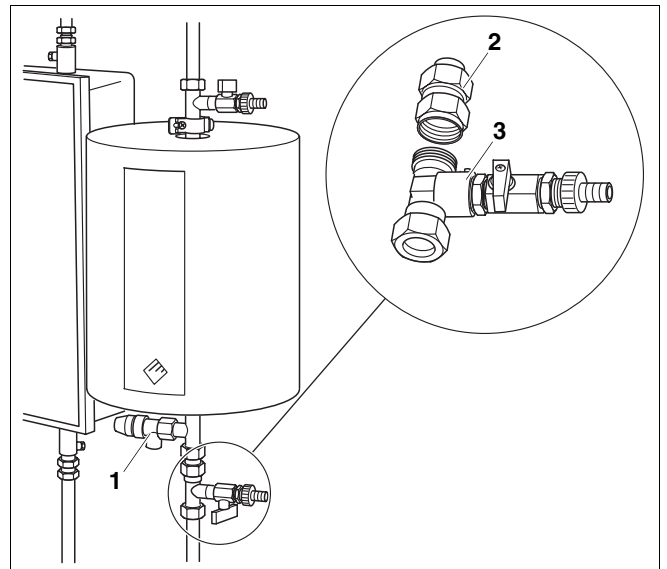

Abb. 2 Befüllhilfen am Rückflussbehälter montieren
- Montieren Sie unter die Sicherheitsarmatur (Abb. 2, **Pos. 1**) die Doppelverschraubung (Abb. 2, **Pos. 2**).
- Montieren Sie den Kugelhahn (Abb. 2, **Pos. 3**) an der Doppelverschraubung (Abb. 2, **Pos. 2**).